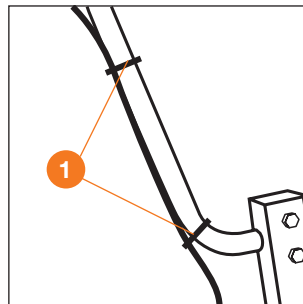

Рис. 20
- Закрепите тросы на рукоятках управления при помощи зажимных фиксаторов **1** (Рис. 20).